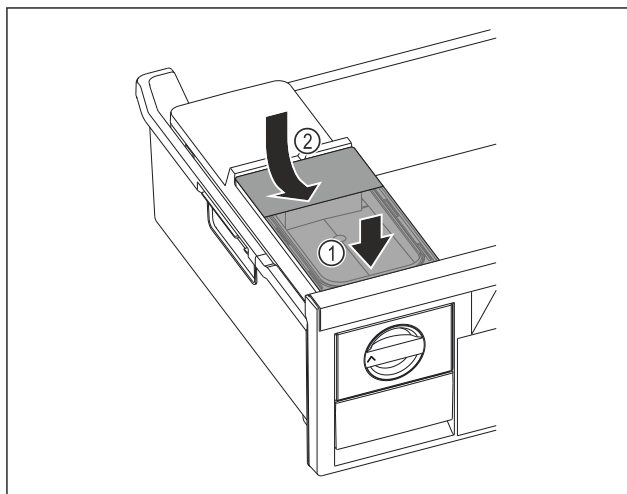

Fig. 130
- ▶ Watertank aan de voorkant plaatsen. Fig. 130 (1)
- ▶ Watertank aan de achterkant laten zakken. Fig. 130 (2)